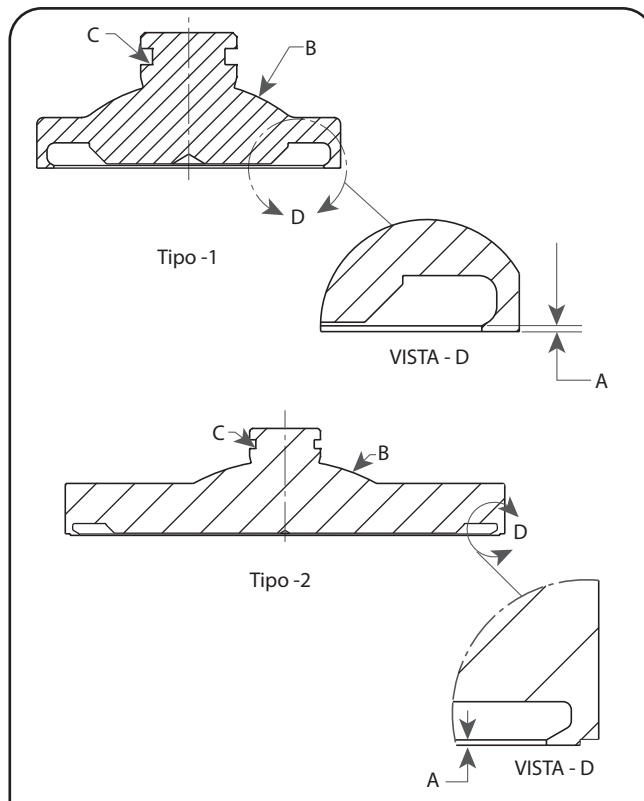

Figura 19: Design del Thermodisc
- Disco con sede di metallo Thermodisc: Questo disco (Figura 19) non può essere lavorato. Può essere lappato purché sia stata mantenuta la dimensione minima "A". Se la lappatura non ripara l'area danneggiata, la parte deve essere smaltita.
- I difetti e i danni della sede non possono essere lappati via senza ridurre la dimensione "A" al di sotto di quelle elencate nella Figura 19 che è elencata nella Tabella 6. Se la dimensione non può essere misurata, sostituire il Thermodisc.